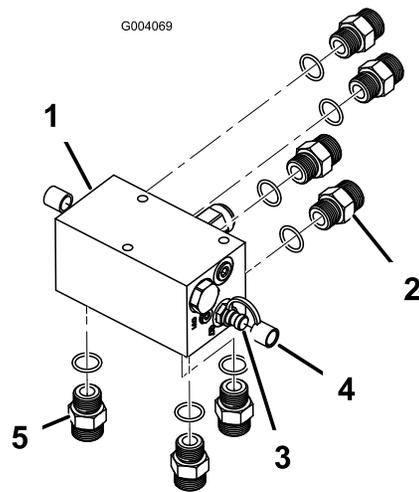

図 4
2. 診断用フィッティングダストキャップを付け、向い合せに2個を取り付ける 図 4。
3. マニホールドの底部にストレートフィッティング3個を取り付ける 図 4。
1. マニホールドの後部にストレートフィッティング4個を取り付ける 図 4。